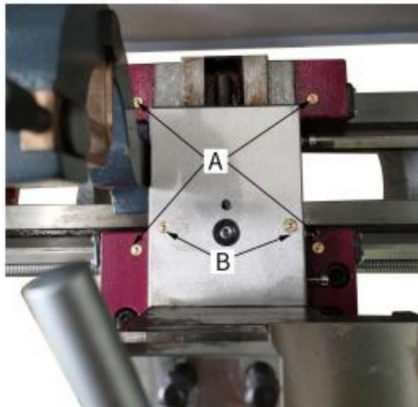

Abb. 36
2. Rändelschraube (B, Abb. 36) lösen und die Gleitfinger (C, Abb. 31) soweit öffnen, dass sich die Lünette mit ihrem Finger um das Werkstück bewegen lässt. Lünette in Position fixieren.
Vier Ölschlüsse (A, Abb. 36) einmal täglich mit 20W-Maschinenöl schmieren.
Kreuzschlitzschraubendreher: Schmieren Sie die beiden Ölschlüsse (B, Abb. 36) einmal täglich mit 20W-Maschine